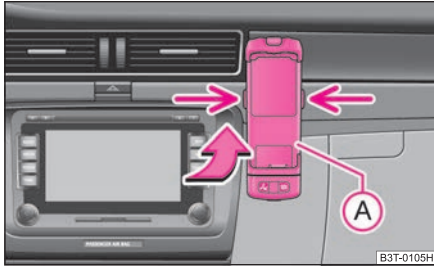

Abb. 139 Universale Vorbereitung für das Telefon
- Schieben Sie zuerst den Adapter (A) in Pfeilrichtung ⇒ Abb. 139 bis zum Anschlag in den Halter. Drücken Sie den Adapter leicht nach unten, bis er sicher einrastet.
- Setzen Sie das Telefon in den Adapter (A) (laut Anleitung des Herstellers) ein.
- Drücken Sie gleichzeitig die seitlichen Verriegelungen des Halters und nehmen das Telefon mit Adapter heraus ⇒ Abb. 139.